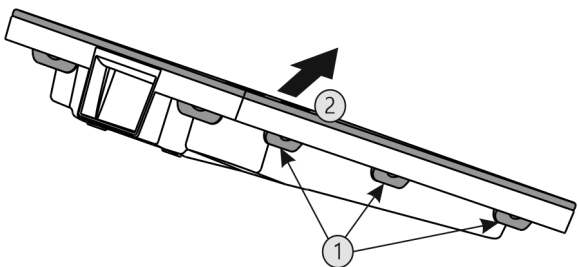

Fig. 65
- ▶ Wszystkie nakładki Fig. 65 (1) wcisnąć po kolei i zdjąć Fig. 65 (2) pokrywę.